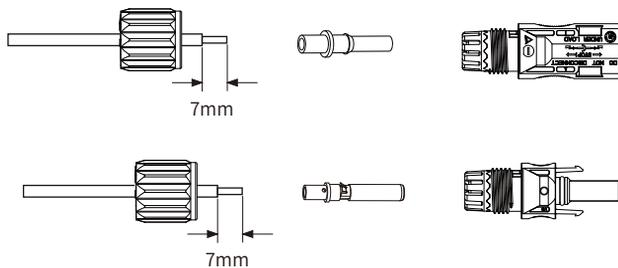

图5.3 拆卸连接器螺帽
a) 剥去直流电线约7毫米，然后拆下连接器的螺帽（见图5.3）。